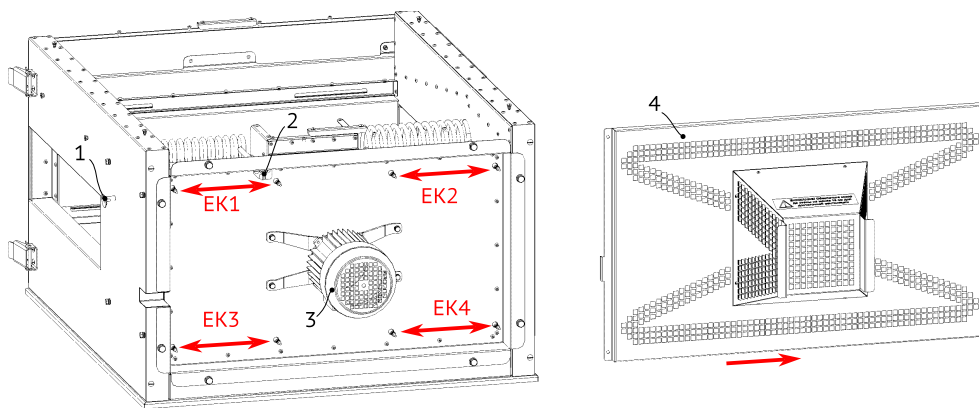

Рисунок 24
6. Снимите кожух двигателя (4), см. Рис. 24.